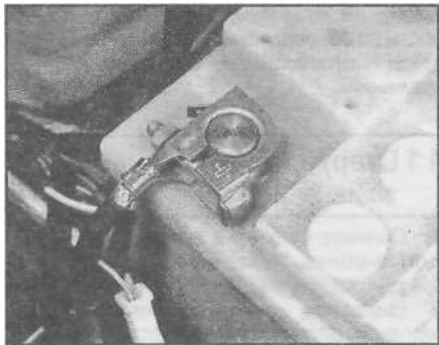

Рис. 4.2. Положительная клемма аккумулятора
- Ослабьте гайки хомутов клемм аккумулятора и отсоедините отрицательную, а затем положительную клеммы от аккумулятора (см. рис. 4.2).